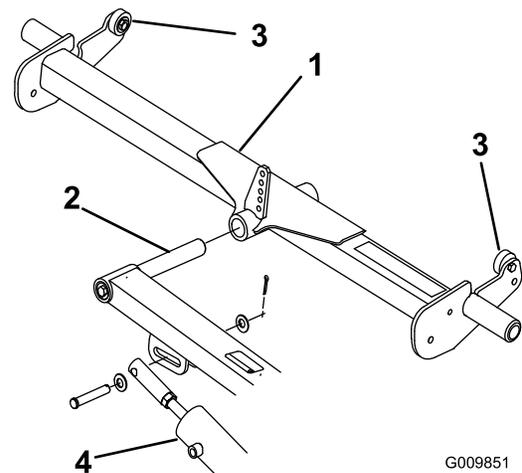

Figura 3
1. Deslice el bastidor trasero sobre la varilla de pivote del brazo de elevación trasero (Figura 3). No instale el bastidor en la unidad de corte en este momento.
entre en contacto con la parte inferior del estribo (Figura 3).
- A. Retire el pasador que fija el extremo del émbolo del cilindro de elevación al brazo de elevación (Figura 3).
- D. Apriete la tuerca hexagonal y conecte el extremo de la varilla del cilindro al brazo de elevación (Figura 3).